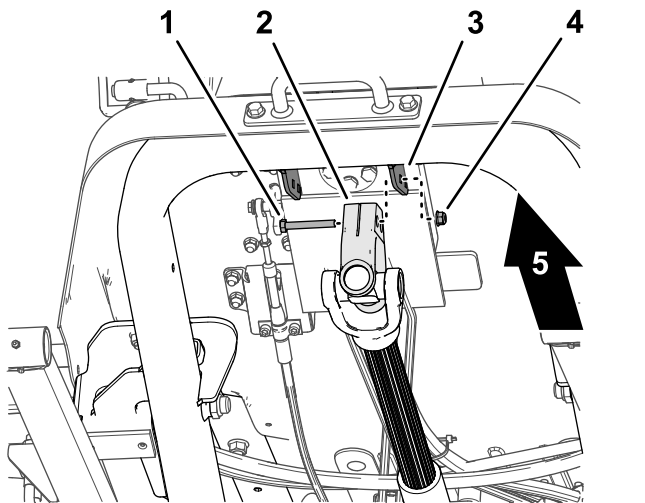

Figure 16
1. Soutenez l'arbre d'entraînement, puis retirez la vis et le contre-écrou qui fixent la chape de l'arbre sur le support de fixation du distributeur de direction (**Figure 16**), et abaissez l'arbre avec précaution.